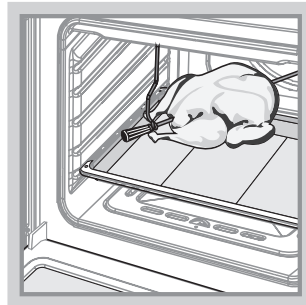

Рис.12
- Насадите на штык кусок мяса или тушку птицы и закрепите его вилками посредством крепежных винтов. Закрепленный на штыке кусок мяса должен находиться точно под грилем (рис. 12).